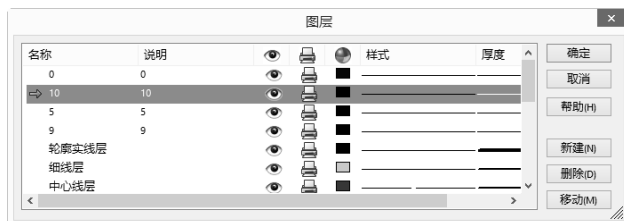

图 12-33 “图层”对话框
3) 在“图层”对话框中单击“新建”按钮, 则在对话框中建立一个新的图层, 如图 12-33 所示。